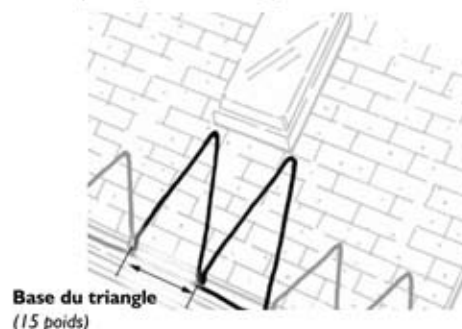

Figure 5. Parcours du triangle près d'un puits de lumière
- **Parcours pour les puits de lumière :** Les sections de puits de lumière qui posent problème sont aussi traitées avec l'approche du «parcours du triangle». Cependant, il serait préférable que la hauteur des triangles soit plus grande que celle du long de la ligne de toiture. Augmenter la hauteur du triangle afin qu'elle s'étende à une rangée de bardeau (5 1/2 po) au-dessous du puits de lumière. La base du triangle est maintenue à 15 po (Voir Figure 5).